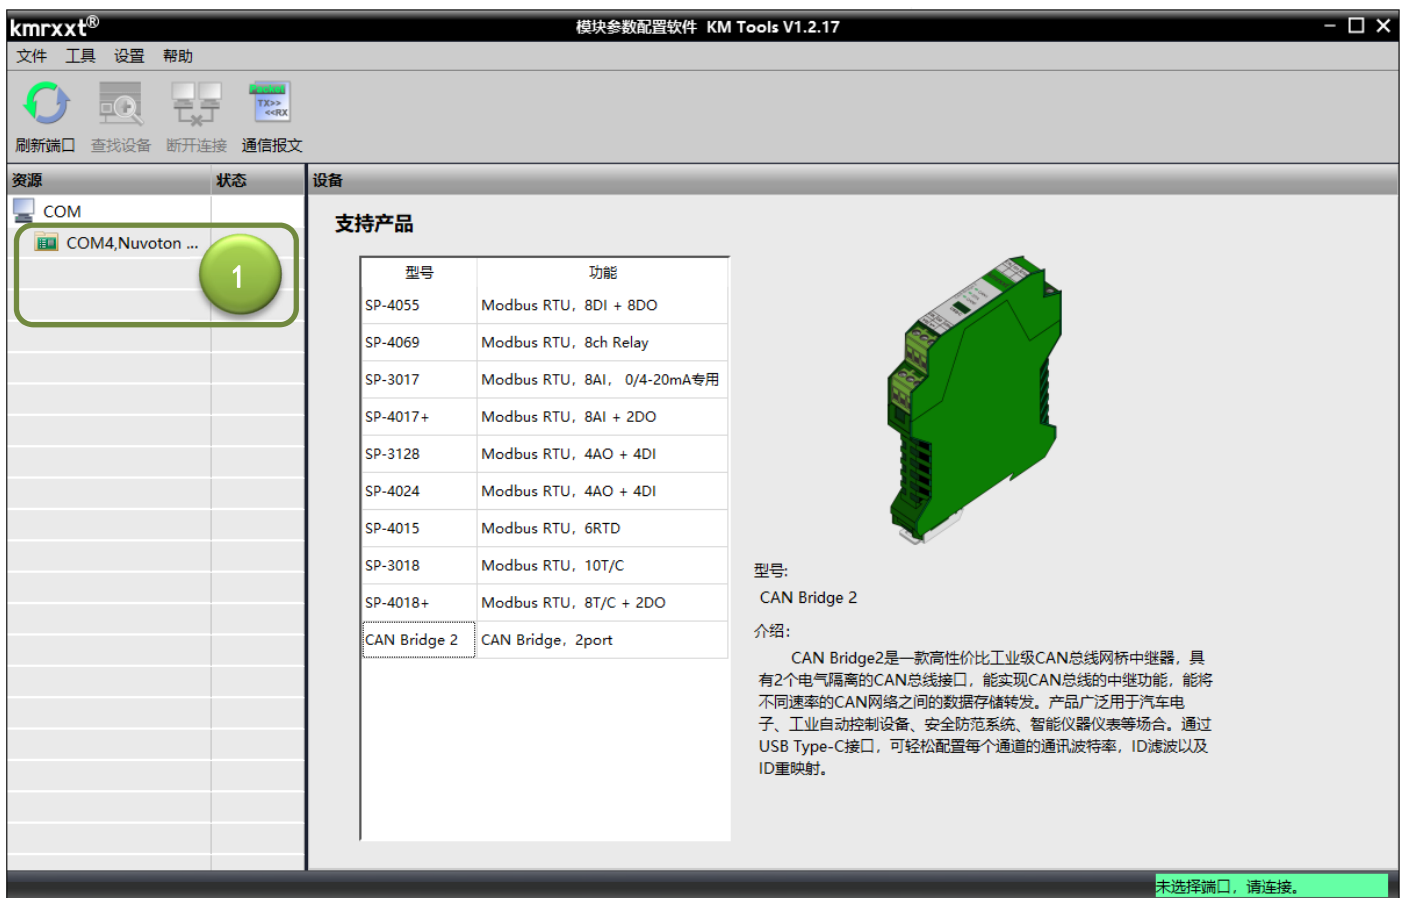
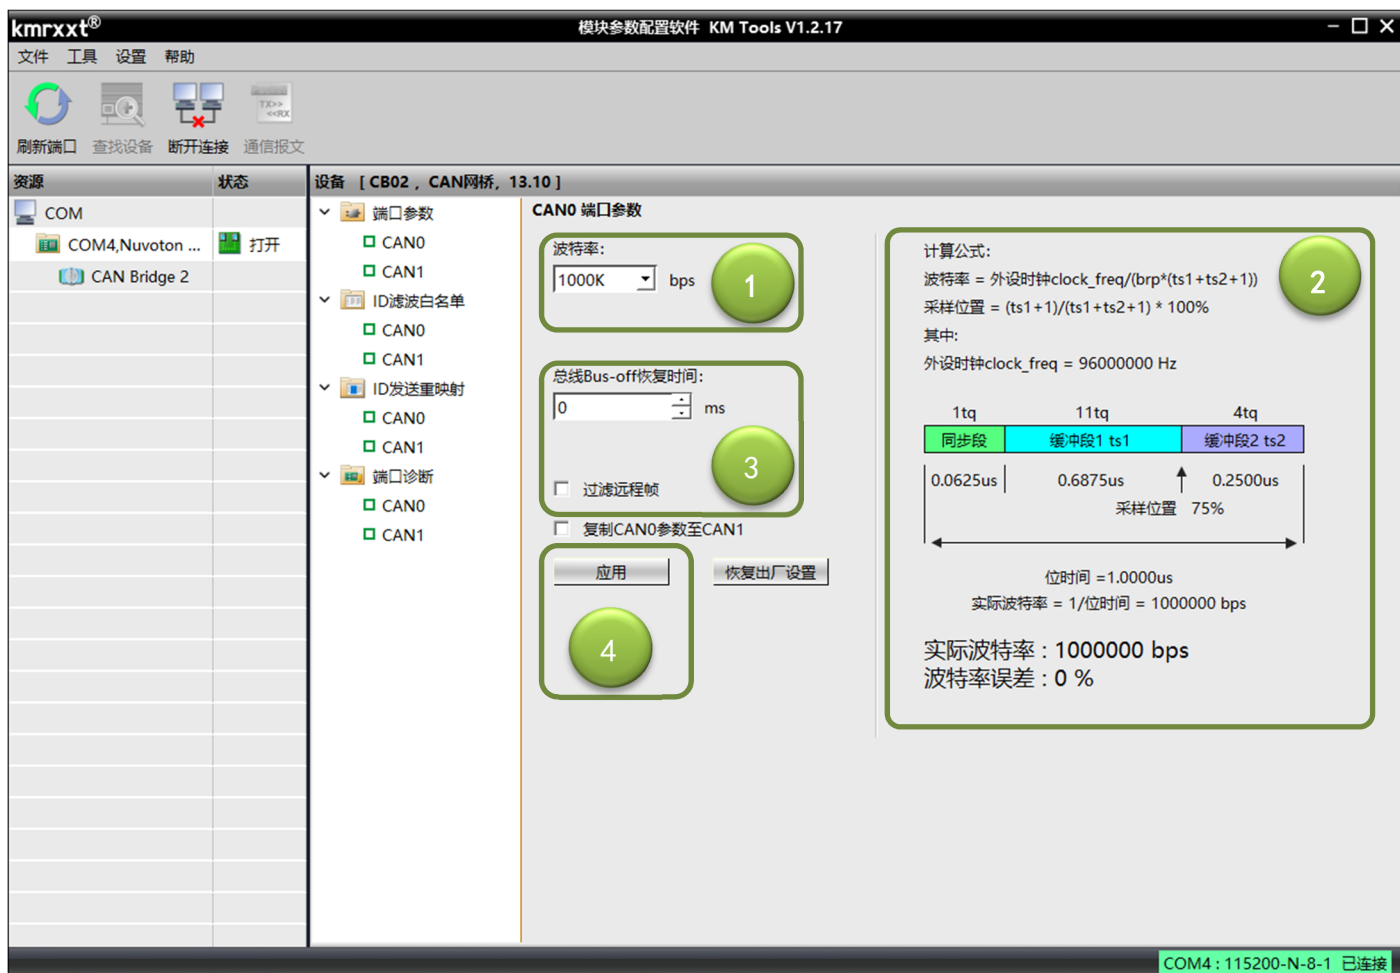

图 6 初始界面
图 7 配置界面：预置波特率
示意图 6: 常见应用 2
- Win7 及以上版本操作系统免安装驱动, 连接后将自动识别为虚拟串口 (USB 串行设备)。无法正常识别的 PC 也可通过安装 USB 驱动, 识别为 Nuvoton Virtual COM Port。软件初始界面如下图 6 示;
- 单击对应的 COM 口 (图 6①处) 可进入模块配置界面 (图 7), 无需使用“查找设备”功能;
- 预置模式 (图 7) :
① 预置模式直接通过波特率下拉列表选择需要的波特率, 预置多达 13 种常用波特率, 均满足 CiA 采样位置的建议: